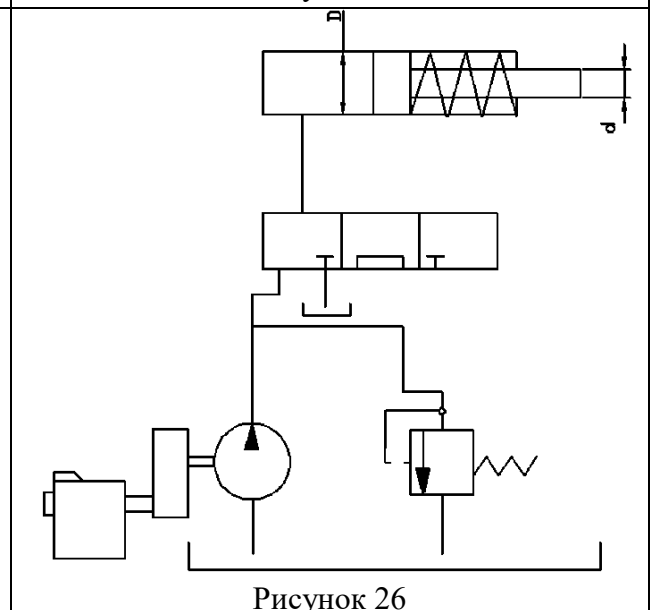

Рисунок 26
30. Ротор пластинчатого насоса получает вращение от асинхронного двигателя через клиноременную передачу (рис. 26), диаметры шкивов $d_0 = 100$ мм и $d = 160$ мм, частота вращения вала электродвигателя $n_d =$, рабочий объем насоса $q = 16$ см³, давление на выходе из насоса $P = 10$ МПа, объемный КПД $\eta_{об} = 0,95$. Принять коэффициент проскальзывания клиноременной передачи $i = 0,98$; общий КПД насоса $\eta_n = 0,8$; КПД клиноременной передачи $\eta_p = 0,95$ и КПД электродвигателя $\eta_e = 0,87$. Определить мощность, потребляемую электродвигателем.